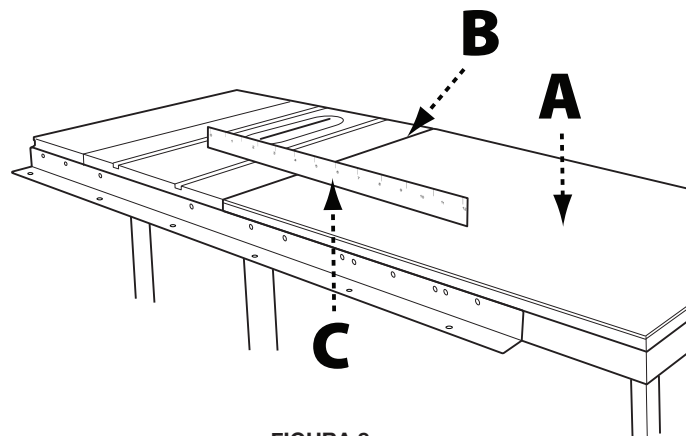
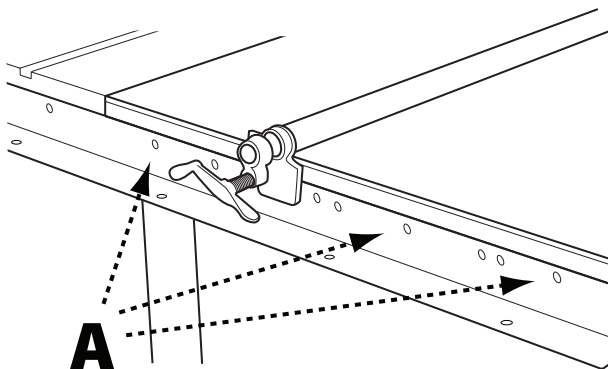

FIGURA 8
FIGURA 9
4. Coloque el conjunto de la mesa (A) en posición entre los dos perfiles, tal y como muestra la Figura 8. Asegúrese que el borde de la mesa (B) está enrasado con el borde de la mesa de extensión.
5. Usando una regla (C), asegúrese que la mesa de extensión está en el mismo plano y a nivel con la mesa de la sierra. Si es necesario, dé un leve toque arriba o abajo y ajuste los tornillos de las patas para enrasar la mesa de extensión con la mesa de la sierra.
6. Utilice abrazaderas de barra como se muestra en la Figura 9 para asegurar la mesa de extensión a los perfiles delantero y trasero.
7. Usando los agujeros (A) en los perfiles frontal y trasero como plantilla, taladre agujeros de 1/4 pulg. En el frente y dorso de la mesa de extensión.